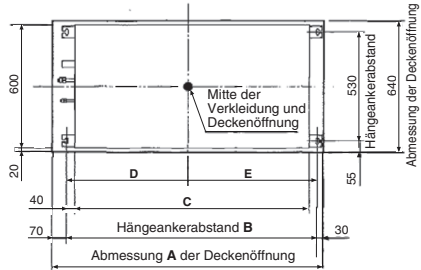

Abb. 3-19
- (3) Nötigenfalls muss das Deckenmaterial modifiziert werden. (Siehe Abb. 3-19 und 3-20 sowie Tabelle 3-1.)